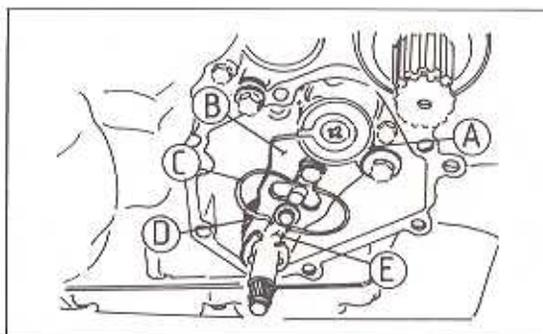

Bild 188
- Den Schaltpositionierhebel entfernen (Bild 188).